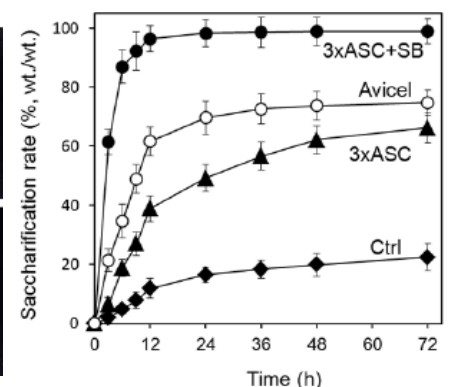

図4 稲藁の酵素糖化に対する前処理の効果 Ctrl: 無処理、3XASC: 3回ASC処理、Avicel: 脚注参照、3XASC+SB: 3回ASC+SB処理
- 開発した亜塩素酸・重曹法により、稲藁のリグニンを88%除去することが可能となり、工業用セルラーゼによる50℃、12時間での糖化の場合、無処理稲藁の糖化率20%に対して、96%の糖化率を達成した(図4)。図2中の3回ASC+SBを使用して行った実験の結果である。